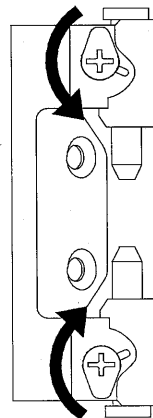

図2 蝶番ピンの外し方
- (2) 扉の開角度を約 90 度に保ち、蝶番のネジ部を矢印の方向にドライバーで回し、蝶番ピンのはめ合いを外す。(図 2)